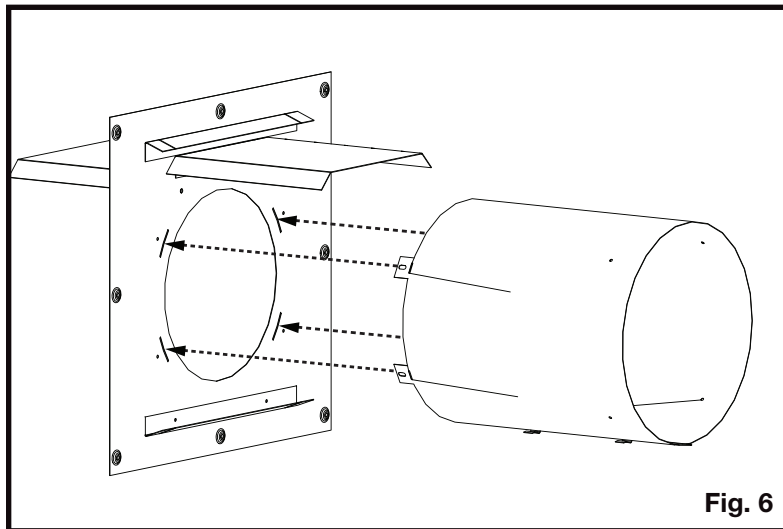

Fig. 6
6. Insérez les languettes des douilles d'évent dans les douilles d'espaceur de feuillard, pliez les languettes de douille d'évacuation et fixez-la à l'entretoise de foyer avec 4 attaches fournies (**Figure 6**).